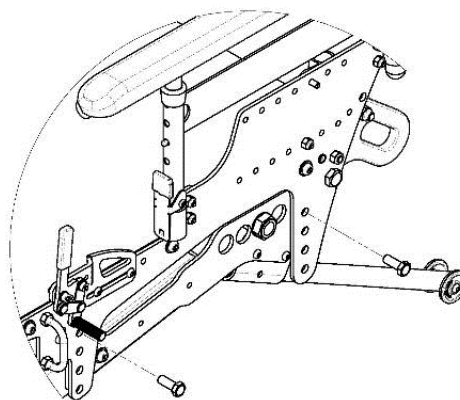

Fig. 18 Justering av sitshöjden - montering av skruvar.
1. Ta bort skruvarna och muttrarna som förbinder den övre och nedre ramen (fig. 18) med hjälp av ringnyckeln.